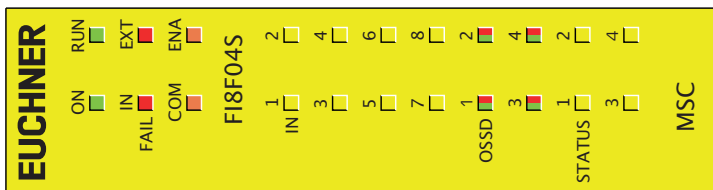

Bild 31:
8.4.4. Modul FI8FO4S (Bild 31)